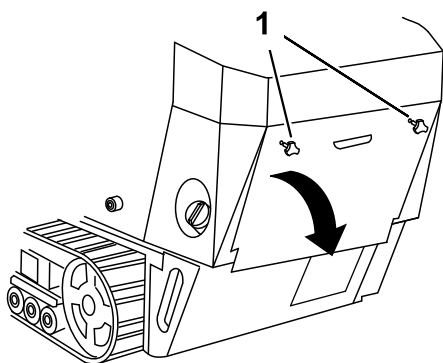

Figure 26
1. Dévissez les 2 boutons à tige filetée qui fixent le couvercle d'accès arrière à la machine (Figure 26).
2. Basculez le couvercle d'accès arrière vers le bas et déposez-le pour accéder aux composants internes (Figure 26).